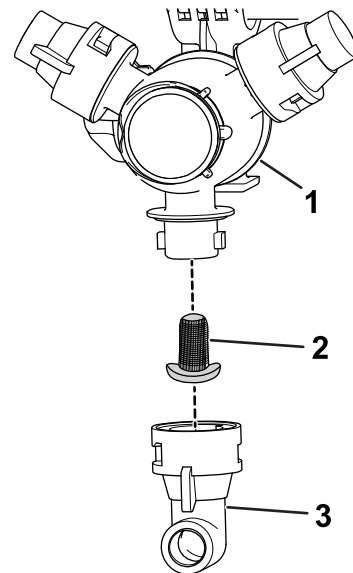

Bild 97
2. Nehmen Sie die Düse vom Sprühdrehkreuz ab (Bild 97).
3. Entfernen Sie den Düsenfilter (Bild 97).
5. Setzen Sie den Düsenfilter ein (Bild 97).
6. Setzen Sie die Düse auf das Sprühdrehkreuz auf (Bild 97).